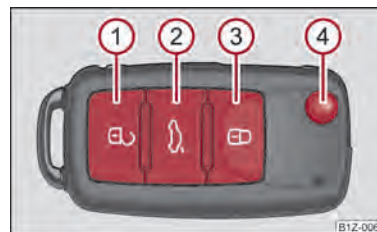

Fig. 18 Clé à radiocommande
- Appuyez sur la touche **1** ⇒ fig. 18 pendant 1 seconde environ.